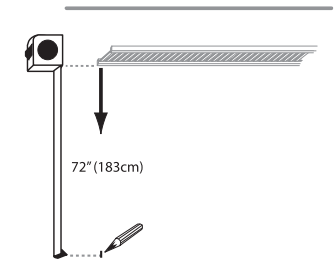

FIG. 2.1
3. Mida 72 pulg. hacia abajo y marque el lugar en la pared. (Fig 2.1)